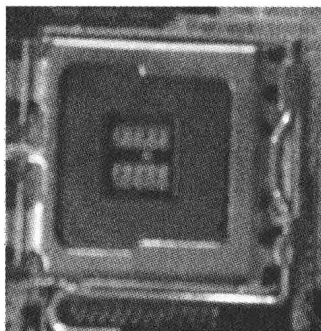

图 1-5 LGA775 接口
(4) SocketT 接口与 LGA775 处理器上的金属触点相对应, 它是一排排整齐的触须, 这些触须柔软而富有弹性, 如图 1-5 所示。SocketT 前端总线频率为 800MHz, 电压为 1.33V, 并拥有 1MB 的 L2 缓存。LGA 封装下 CPU 的特征是没有了以往的引脚, 只有一个个整齐排列的金属圆点, 故此 CPU 并不能利用引脚固定, 而需要一个安装扣架固定, 让 CPU 可以正确压在 SocketT 露出来的具有弹性的触须上, 其原理就像 BGA 一样, 只不过 BGA 是用焊锡焊死, 而 LGA 可以随时解开扣架而更换芯片。SocketT 主板采用的芯片组有 Intel 公司的 i915P/i915G/i925X/i945/i975 系列。LGA775 接口可支持 Pentium IV 和 Celeron D 64 位系列 CPU。